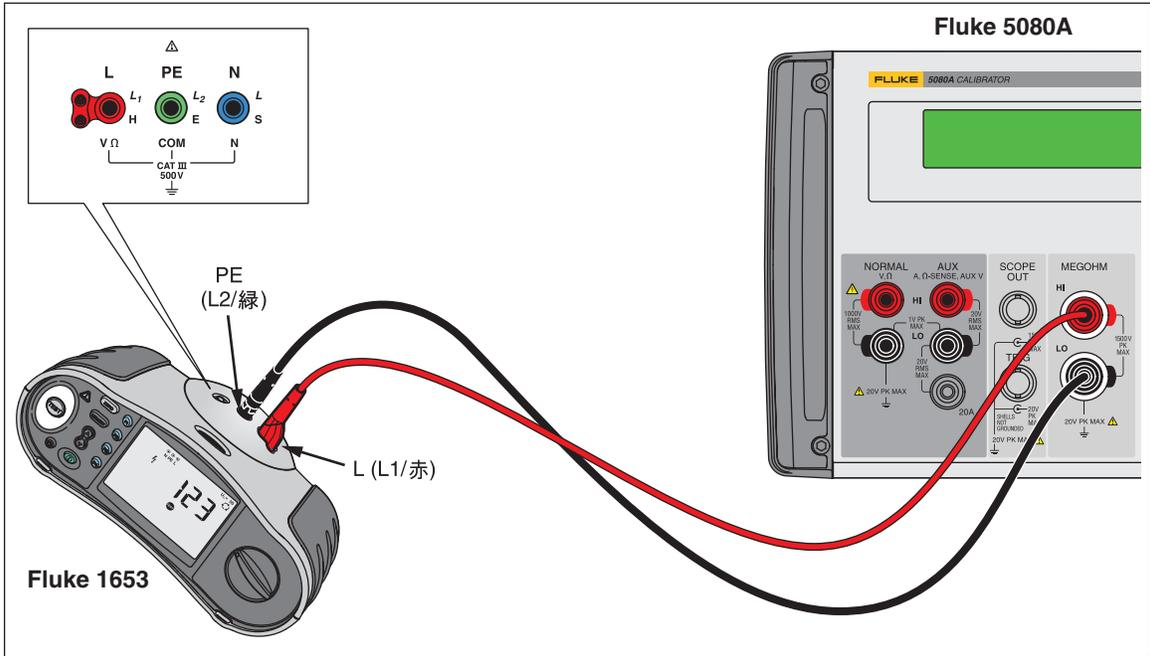

図 4.絶縁テスターの絶縁抵抗の校正
高抵抗ソース機能を使用して、絶縁テスター/絶縁抵抗計、電気設備テスター、電気試験器、および電気安全アナライザにおける絶縁抵抗機能を校正します。図 4~8 に、絶縁抵抗の校正のために校正器を 5 種類の UUT に接続する方法を示します。
3. UUT の種類に応じて、図 4~8 に示すように UUT を校正器に接続します。